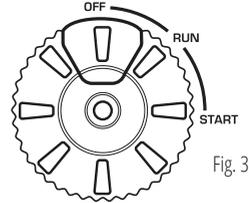

Fig. 3
- 5.2 Pour le démarrage électrique, appuyez sur le bouton rouge sur l'interrupteur multifonction du moteur (Fig. 3).
6. Après le démarrage du moteur, tournez l'interrupteur multifonction en position RUN (fig. 3).
8. Pour démarrer manuellement, tirez sur la poignée de démarrage jusqu'à ce que vous sentiez une légère résistance, puis vous devez la tirer relativement brusquement. Laissez la poignée de démarrage à la main rentrer lentement, ne la relâchez pas. Pour le démarrage électrique, appuyez sur le bouton rouge sur l'interrupteur multifonction du moteur (Fig. 3).
9. Après le démarrage du moteur, tournez l'interrupteur multifonction en position RUN (fig. 3).